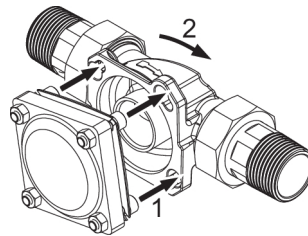
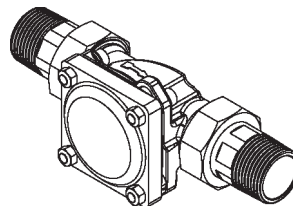

Abb. 5: Gerät ansetzen und einrasten (Befestigungsprinzip)
Abb. 6: Geräteanschluss eingerastet (Befestigungsprinzip)
4. Die Köpfe der vier Flanschschrauben des Geräts durch die Bajonettbohrungen am Einbaudrehflansch stecken (siehe Abbildung 5).
5. Das Gerät im Uhrzeigersinn bis zum Anschlag drehen (siehe Abbildung 5 und Abbildung 6).